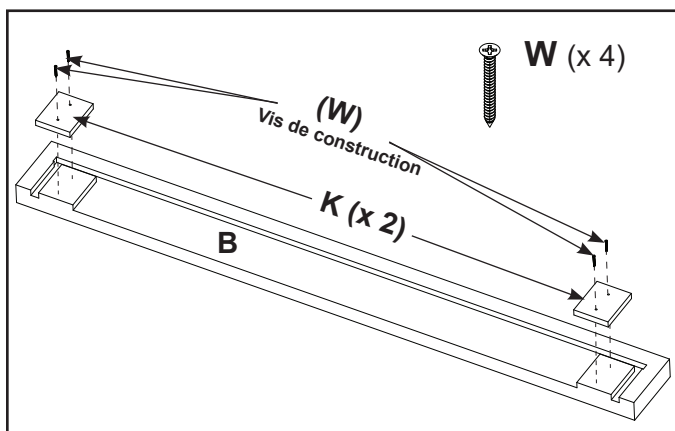

Figure 28
- Fixez la pièce « K » (x 2) à la pièce « B » à l'aide de deux (02) vis de construction de chaque côté. Voir la figure 28.